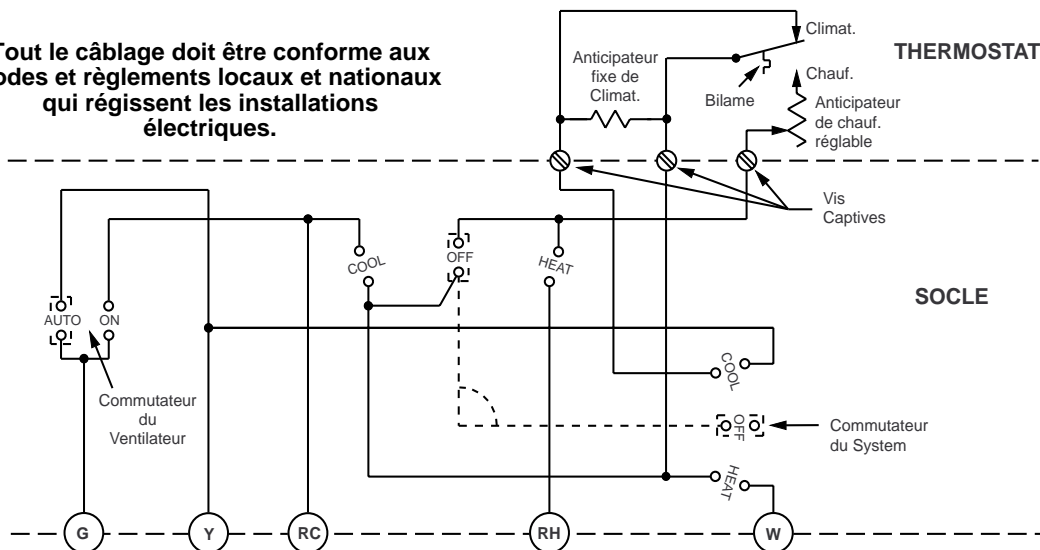

Figure 3. Schéma du thermostat et du socle
1. Faites passer les fils dans l'ouverture au centre du socle et raccordez les fils sur les bornes à vis (figures 3 et 8).